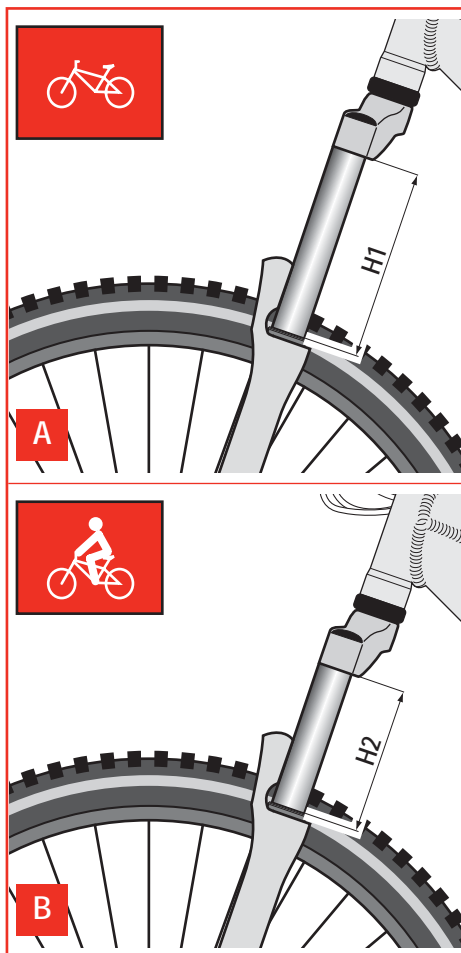

Figure 6 - Comment mesurer le SAG
- Mesurez la partie de la fourche comprise entre le té inférieur et le cache-poussière (réf. **A** - Figure 6) et annotez cette valeur comme « **H1** ».
- Montez sur le vélo et répétez le mesurage (réf. **B** - Figure 6) en annotant cette valeur comme « **H2** ».